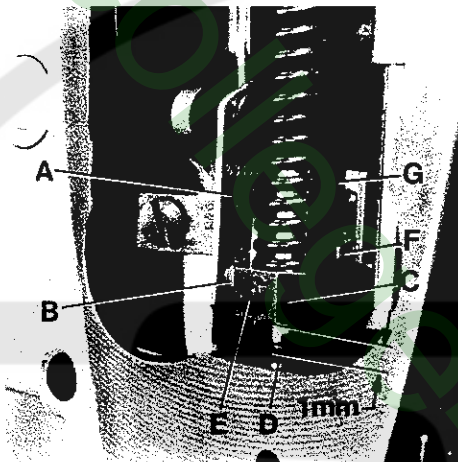

Fig. 44
With needle bar at bottom of stroke and presser foot resting squarely on throat plate, there should be a minimum clearance of 0.5 mm (.020 in.) between slot end of link (A, Fig. 44 and 44A) and shank screw (B) in presser bar connection and guide (C) when the foot lifter lever is released. At this time, there should also be at least 1 mm (.040 in.) clearance between bottom of presser bar connection and guide (C, Fig. 44) and top of presser bar bushing (D).
Bei am unteren Hubende stehender Nadelstange und direkt auf der Stichplatte aufliegendem Drückerfuß, soll zwischen dem Schlitzende des Gelenks (A, Fig. 44 und 44A) und der Zapfenschraube (B) und Führung (C) ein Mindestabstand von 0,5 mm sein, wenn der Fußlifterhebel losgelassen ist. Gleichzeitig muß zwischen der Unterseite der Drückerstangen-Verbindung und Führung (C, Fig. 44) und der Oberseite der Drückerstangenbuchse (D) ein Abstand von mindestens 1 mm sein.
With the presser foot resting squarely on throat plate loosen set screw (E, Figs. 44 and 44A) in presser bar connection and guide (C) and nut (F) and adjust long stop screw (G) against the bed casting to ensure the described clearances. Retighten set screw (E) and nut (F).
Bei direkt auf der Stichplatte aufliegendem Drückerfuß lösen Sie den Gewindestift (E, Fig. 44 und 44A) in der Drückerstangenführung (C) und die Mutter (F) und stellen die lange Anschlagsschraube (G) gegen den Gehäuseguß um die beschriebenen Abstände zu erhalten. Ziehen Sie den Gewindestift (E) und die Mutter (F) wieder an.